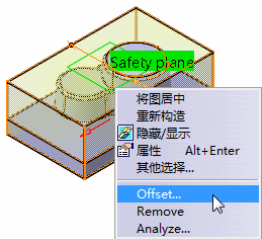

图 2-24 快捷菜单
2) 右键单击所创建的安全平面，在弹出的快捷菜单中选择 “Offset...” 命令，如图 2-24 所示。